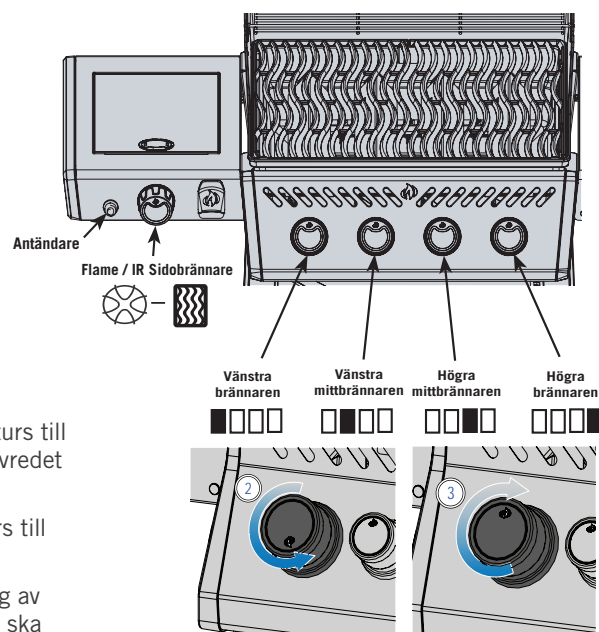

Bild 1
4. Om ledaren och brännaren inte tänds inom 5 sekunder – stäng av vredet medurs till AV-positionen. Vänta 5 minuter för att gasen ska skingras. Upprepa steg 2 och 3, eller tänd med en tändsticka. (Bild 1).